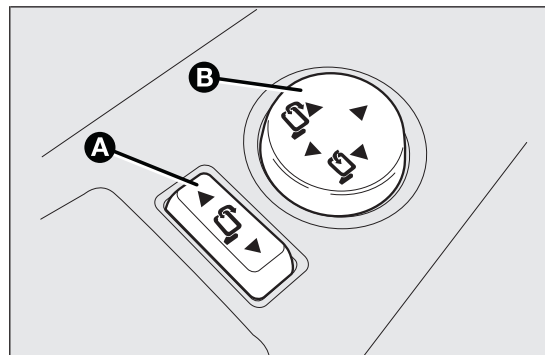

fig. 24
- ☐ tourner le sélecteur A fig. 24 en position neutre (aucun rétroviseur sélectionné) ;
- ☐ rabattre le rétroviseur en agissant sur les positions latérales du joystick B fig. 24 ;